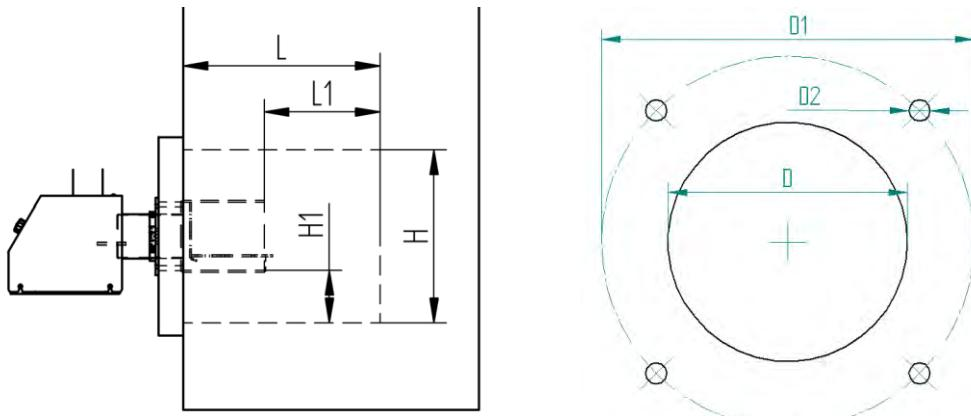

Рисунок 5 Требования к топке котла
Длина топки котла L (рисунок 5) должна быть, как минимум, в два раза больше камеры сгорания. Для горелки PV 20a (PV30a) приемлемым является как минимум 350 (400) мм оставляя L1 примерно 190 (200)мм. Высота должна быть достаточной, чтобы оставить H1 ниже горелки приблизительно на 100 мм для золы.